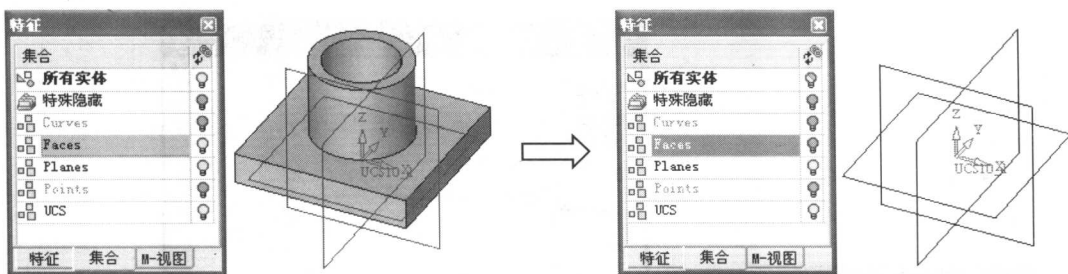

图 1-18 隐藏集合
• **【隐藏】**: 使用该选项将可以隐藏所选的集合, 使用该选项的条件是该集合必需含有几何图元且处于显示状态。例如, 在集合显示区域中选中**【Faces】**集合, 然后在其右键菜单中选择**【隐藏】**选项将可以隐藏**【Faces】**集合, 如图 1-18 所示。在**【Faces】**集合右方的灯泡上单击鼠标左键, 也可以隐藏**【Faces】**集合。